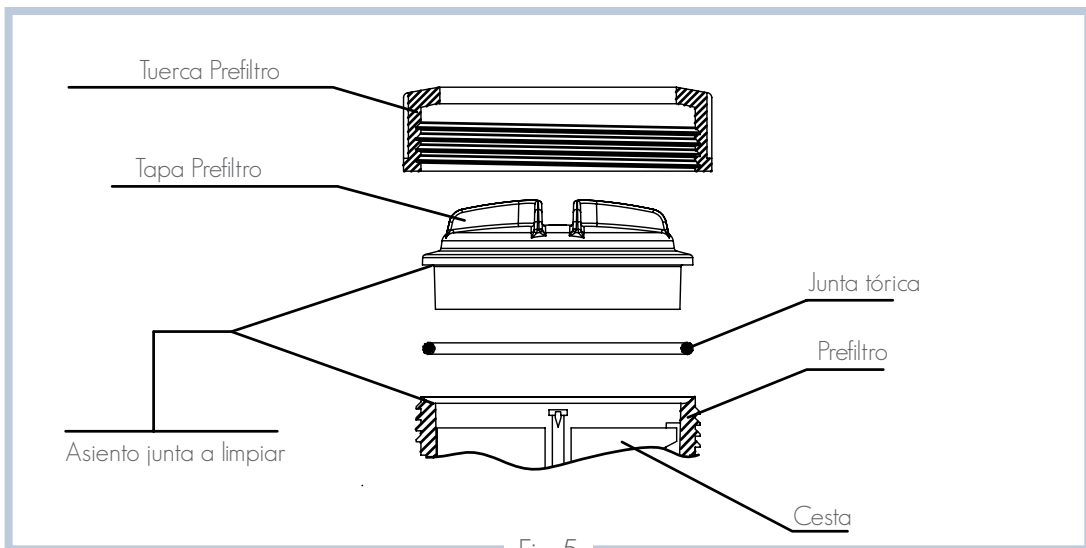

Fig 5
1. Desmontar la tapa del prefiltro, desenroscando la tuerca que la sujeta (Fig. 5).
- Colocar la tapa prefiltro y cerrar enroscándola, sin olvidar colocar la junta en su alojamiento (Fig.5).
• Cada vez que se abra el prefiltro, limpiar de impurezas el asiento de la junta y la propia junta, para asegurar la estanqueidad en el cierre de la tapa (Fig. 5).